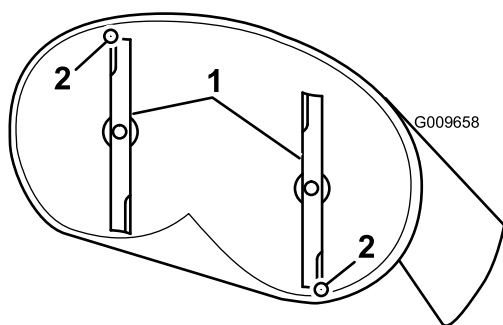
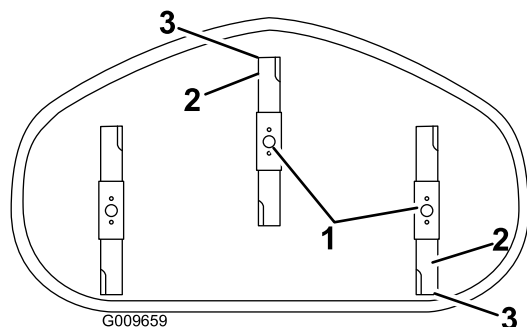

Figura 65
Figura 66
4. Gire cuidadosamente las cuchillas colocándolas en el sentido de avance de la máquina (Figura 65 y Figura 66).
5. Mida entre la punta de la cuchilla delantera y la superficie plana, y entre la punta de la cuchilla trasera y la superficie plana (Figura 65 y Figura 66).
9. Después de realizar el ajuste, compruebe de nuevo la inclinación longitudinal, y siga ajustando la tuerca hasta que la punta de la cuchilla delantera esté entre 1,6 y 7,9 mm más baja que la punta de la cuchilla trasera (Figura 65 y Figura 66).